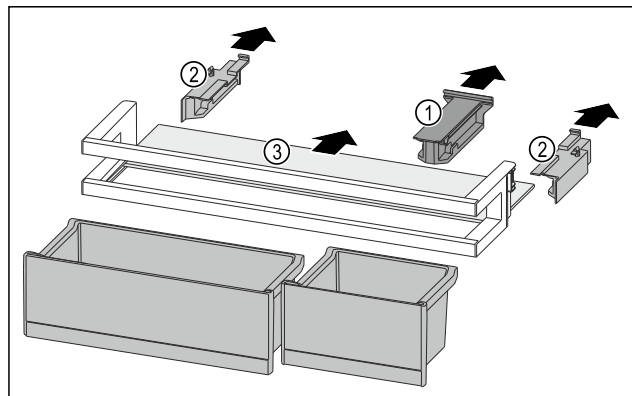

Fig. 92
- ▶ Húzza le a tartóelemet Fig. 92 (1).
- ▶ Húzza le az oldalsó részeket Fig. 92 (2).
- ▶ Vegye ki a tárolólapot Fig. 92 (3).